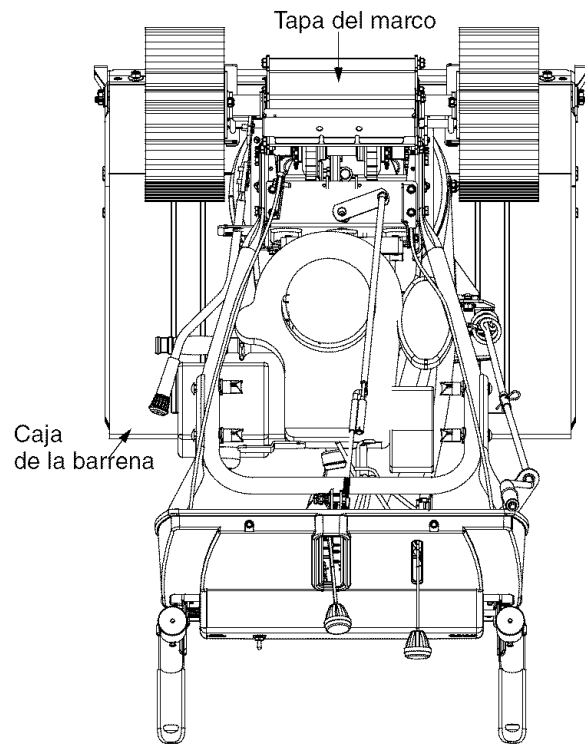

Figura 25
8. Saque el marco ubicado debajo de la máquina quitanieve quitando los cuatro tornillos autoroscantes. Vea la Figura 25.